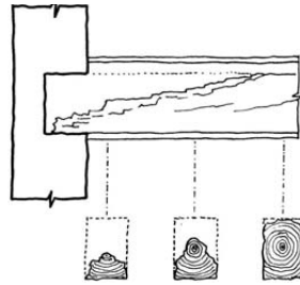

Imagen 3. Pudrición de una viga por la parte superior del apoyo.
-Pudrición: Hace que la madera pierda sección. El principal inconveniente aparece en los apoyos en vigas, ya que genera problemas de estabilidad por falta de superficie de apoyo. La situación empeora si la pérdida de sección aparece por la parte superior de la viga y no podemos verlo como se muestra en la imagen 3.